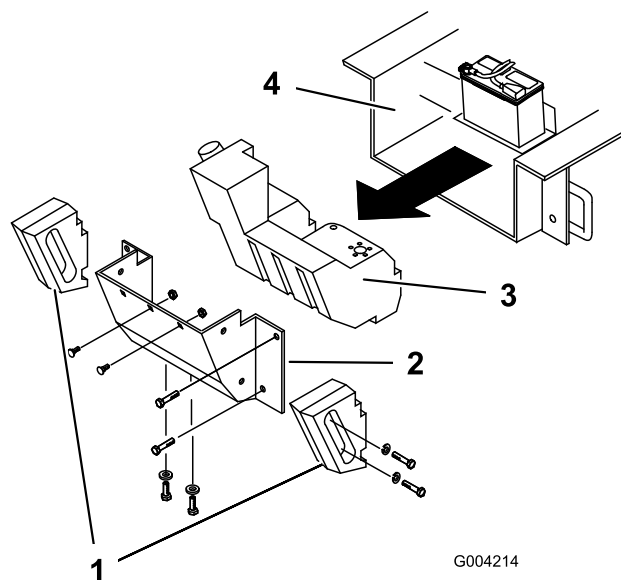

Bild 56
4. Entfernen Sie die Schrauben, Scheiben und Sicherungsscheiben, mit denen die beiden seitlichen Gewichte befestigt sind und entfernen Sie die Gewichte (Bild 56).
7. Entfernen Sie die sechs Muttern und Schrauben, mit denen die hintere Abdeckung befestigt ist und nehmen Sie die Abdeckung ab (Bild 56).
10. Schieben Sie den Kraftstofftank nach hinten (Bild 56).
16. Schieben Sie den Kraftstofftank halb durch in den Rahmen (Bild 56).
21. Setzen Sie die hintere Abdeckung wieder auf und befestigen Sie sie mit den vorher entfernten sechs Schrauben und Muttern (Bild 56).
23. Befestigen Sie die Seitengewichte mit den vorher entfernten Schrauben, Scheiben und Sicherungsscheiben (Bild 56).